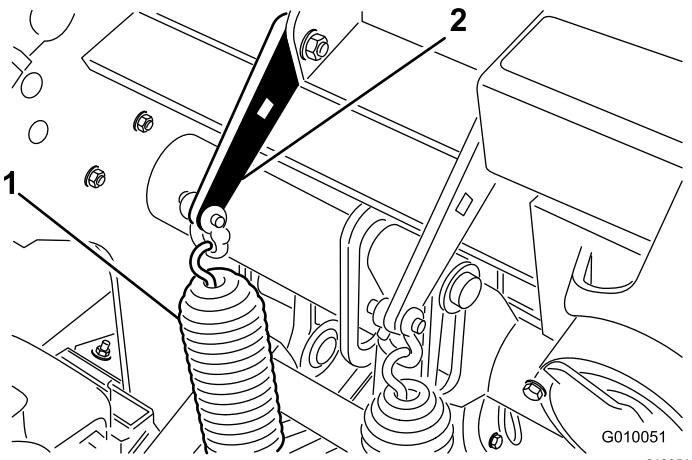

Figura 37
- Afloje las tuercas de los pernos de cuello cuadrado que fijan los soportes de los muelles al cabezal de perforación (Figura 37). No las retire.